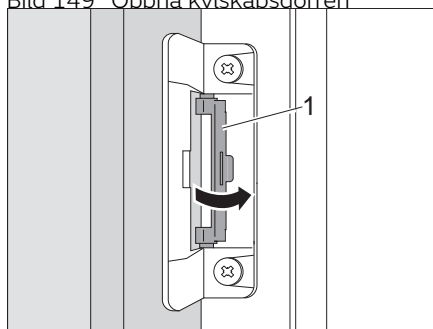

Bild 151 Vrida tillbaka spärren till utgångsläge
**Ta ut ventilationsläge:** ■ Vrida tillbaka spärren (Bild 151,1) till utgångsläge.